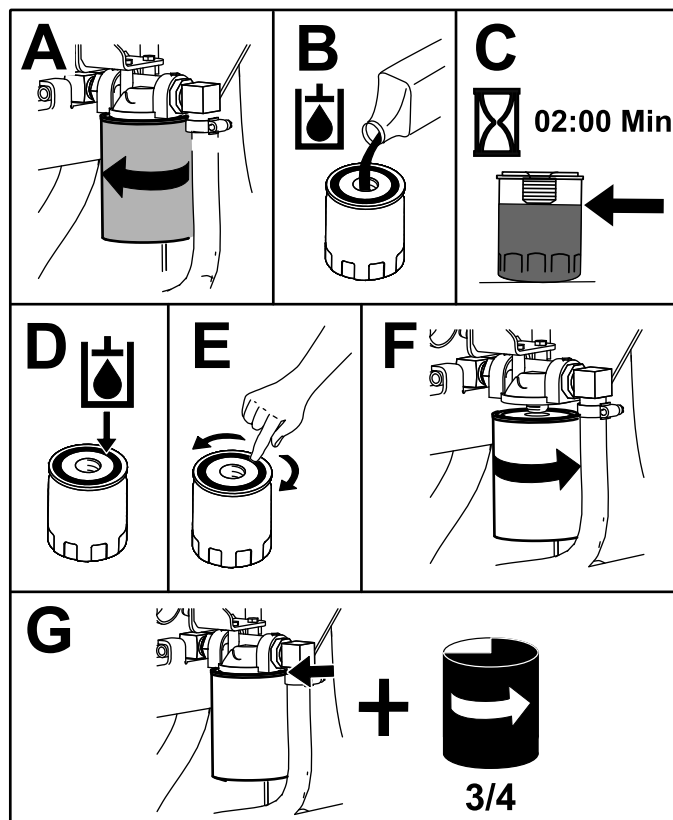

Figura 72
4. Aezăi o tavă de golire sub filtru și înlocuiți filtrul (Figura 72).